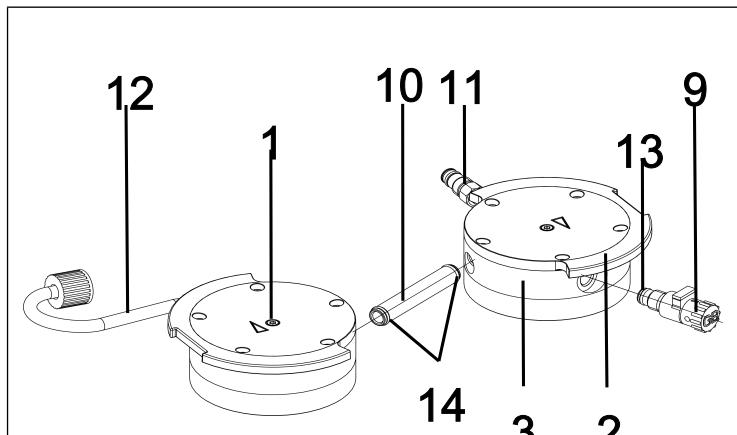

Fig.15: Remplacement des joints toriques
2. Retirez le tuyau de raccordement (10/Fig. 15) du couvercle (3).
- i** Les deux raccords de tuyaux (11) et (12) restent montés dans les couvercles.
3. Remplacez les deux joints toriques (14) sur le tuyau de raccordement (10/Fig. 15).
4. Desserrez la vis de tête intérieure (1) sur les deux têtes de pompe.
5. Retirez les deux plaques supérieures (2) avec les deux vis de tête intérieures (1).
6. Dévissez le lest d'air (9/Fig. 15) du couvercle (3).
7. Remplacez le joint torique (13) sur le lest d'air (9/Fig. 15).
8. Vissez le lest d'air (9/Fig. 15) jusqu'en butée dans le couvercle (3) correspondant. Tournez-le ensuite de nouveau dans le sens inverse jusqu'à ce que la surface soit alignée vers le haut.
6. Éliminez les plaques soupapes/joints (4) remplacés comme il se doit.
7. Réintroduisez le tuyau de raccordement (10/Fig. 15) dans le couvercle (3).